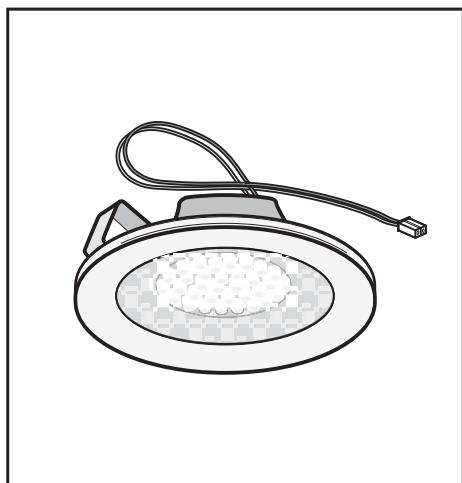

Fig.11B
• Sostituzione delle lampade LED (Fig.11B):